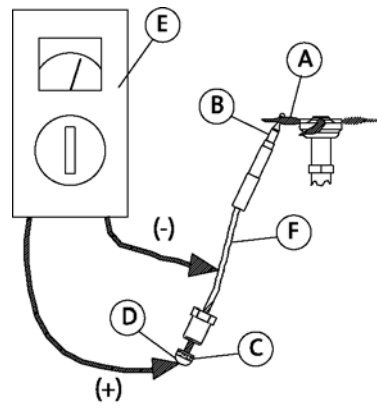

Fig.9
- Controleer of het thermokoppel tot minimaal 3 mm (1/8") van het topje (fig. 9) wordt ingesloten door de vlam.
10.5 Thermokoppel (fig. 9)
- Controleer of het thermokoppel tot minimaal 3 mm van het topje (zie fig. 9) wordt ingesloten door de vlam.